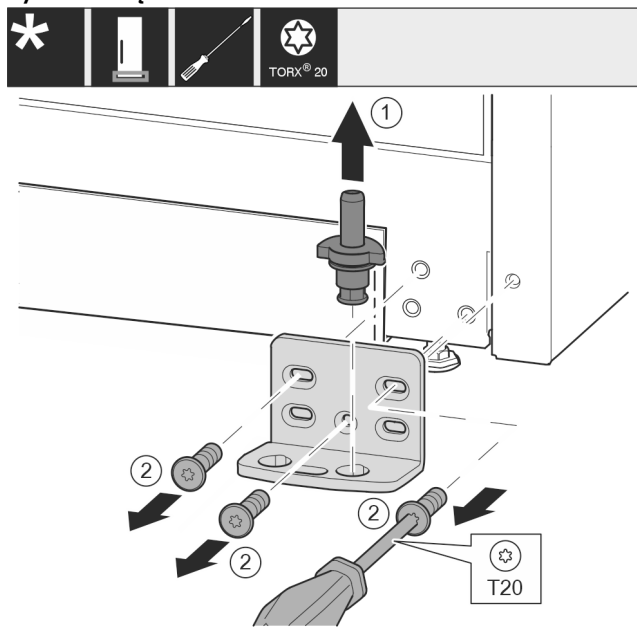

Fig. 12
- ▶ Kompletną płytę zawiasu wyjąć w górę. Fig. 12 (1)
- ▶ Śruby wykręcić przy pomocy śrubokręta T20 i zdjąć płytę zawiasu. Fig. 12 (2)